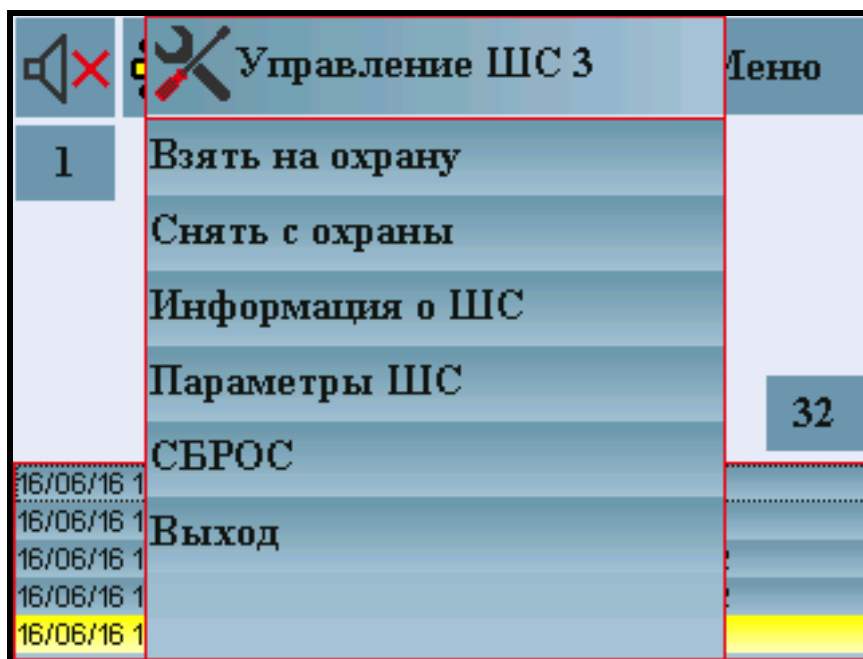

Рисунок 1.12 – Окно «Управление ШС»
1.11.2.10 Окно «Управление ШС» (рисунок 1.12) обеспечивает следующие опции при нажатии соответствующей кнопки: